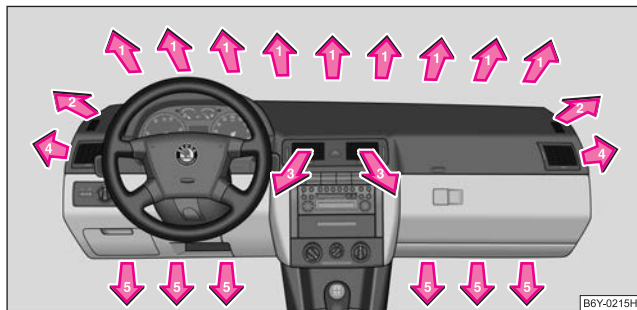

Fig. 88 Diffuseurs d'air
- Ouvrir le diffuseur d'air **4** ⇒ page 82, fig. 88 et le diriger vers la vitre latérale.
- Ouvrir le diffuseur d'air **4** ⇒ page 82, fig. 88 et le diriger vers la vitre latérale
- Ouvrir les diffuseurs d'air **3** et **4** ⇒ page 82, fig. 88